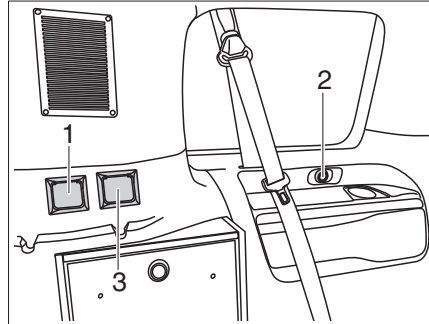
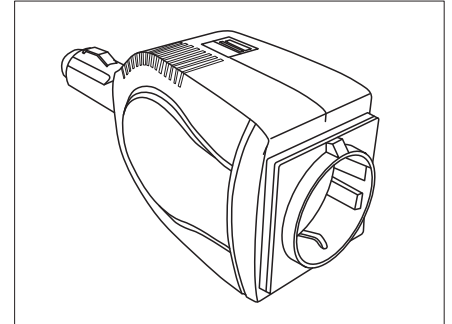

Figura 21 Tomas de corriente en el vehículo
Figura 22 Convertidor
- a la toma de corriente original Citroen de 12 V (Figura 21,2) a través del convertidor mientras se conduce (Figura 22).
- A la toma de corriente de 230 V (Figura 21,1). Para ello se requiere que el vehículo esté conectado a una toma en tierra de 230 V.
- a la toma de corriente de 12 V (Figura 21,3) del paquete eléctrico opcional a través del convertidor (Figura 22).